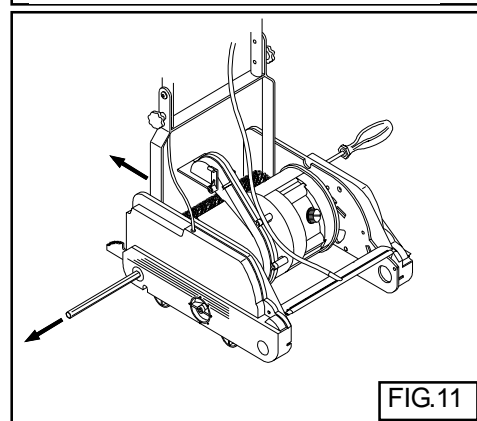

FIG.11
13.1.2 Hintere Bürste (FIG. 11)